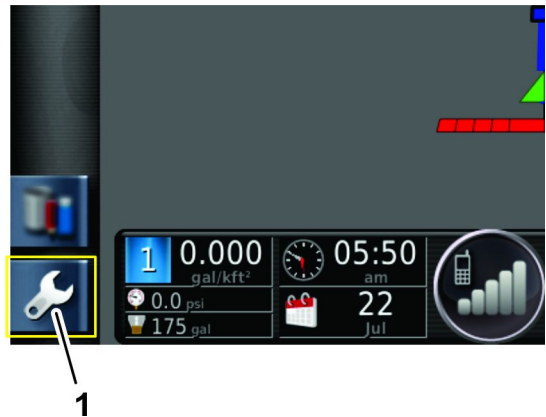

Bild 18
1. Tippen Sie auf das Setup-Symbol auf dem Hauptbildschirm (Bild 18).